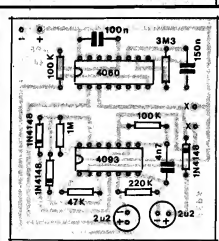

Fig.3
- FIG. 3 - CHAPEADO DA MONTAGEM - O lado não cobreado da placa mostra, agora, as peças já "repousando" em suas posições definitivas... Pedimos aos Leitores/Hobbyistas (como é costume), a maior atenção na colocação dos componentes polarizados, ou sejam: os Integrados, os diodos e os capacitores eletrolíticos (qualquer desses que for colocado "invertido" na placa, "danará" tudo, além de poderem ocorrer danos à própria peça...). Quanto aos resistores e capacitores de poliéster, cuidado para não "trocar" suas posições em função